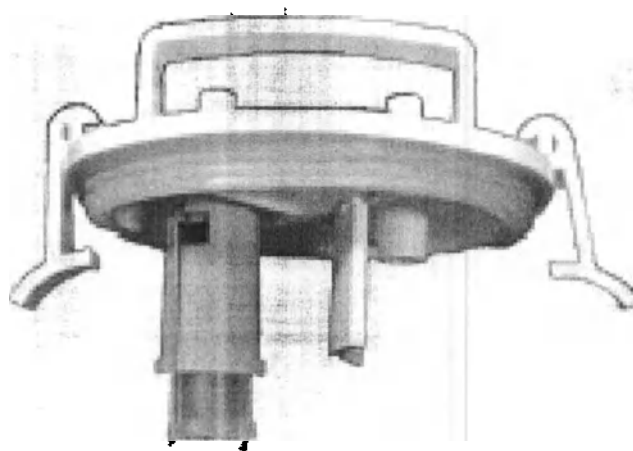

Рис.3 Крышка емкости
• Плотно закройте крышку емкости, присоедините шланг отсоса к входному отверстию («IN») емкости для секрета (см.рис. 3), и включите прибор, повернув до упора ручку вакуумного регулятора по часовой стрелке.